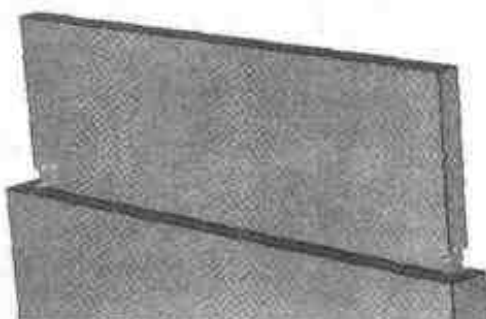

图 4.64 生成两侧的凹槽
- (8) 在另一侧的角点处拖入一个同样的孔类长方体，结果如图 4.64 所示。